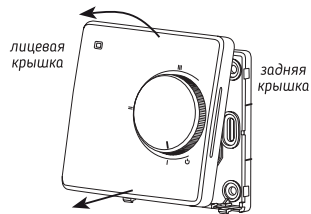

Рис. 4-2
- 2 Снимите крышку (рис. 4-2).